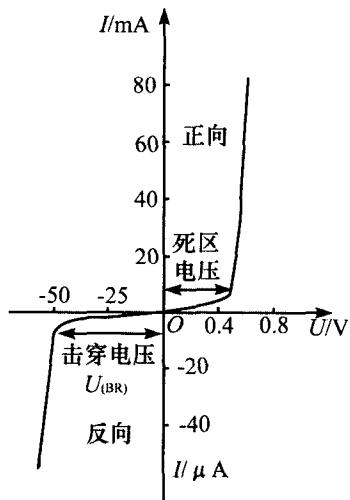

图 15-1
(1) 结构：将 PN 结两边各引出一个电极便构成一个二极管。其中 P 型区引出阳极 A(+)，N 型区引出阴极 K(-)。实际结构有点接触式和面接触式两种。前者电流小，用于高频小功率工作；后者电流大，用于低频大功率工作。符号：A——K。
(2) 伏安特性及参数：
① 伏安特性如图 15-1 所示。